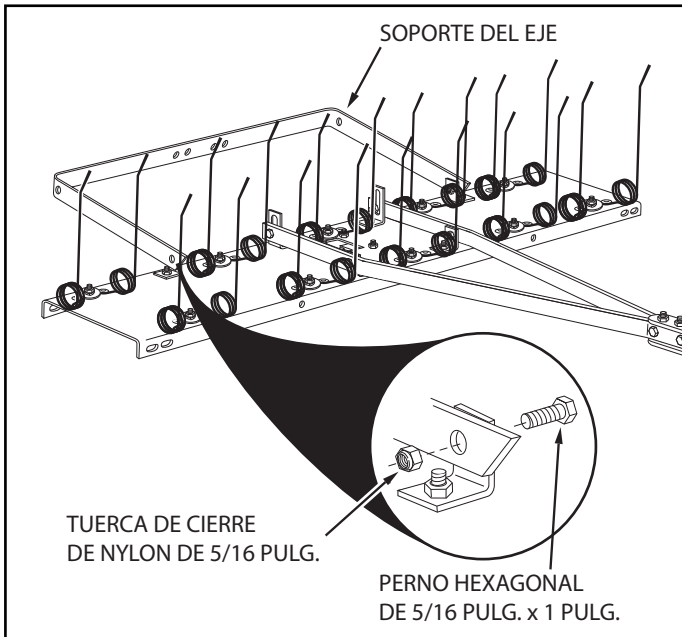

FIGURA 4
9. Acople el soporte del eje al lado exterior de los soportes en ángulo traseros con dos pernos hexagonales (D) de 5/16 pulg. x 1 pulg. y tuercas de cierre de nylon (I) de 5/16 pulg. Los extremos en ángulo de los soportes del eje deben estar orientados como se muestra en la figura 4. **Apriete** los pernos y las tuercas y luego aflójelos levemente.